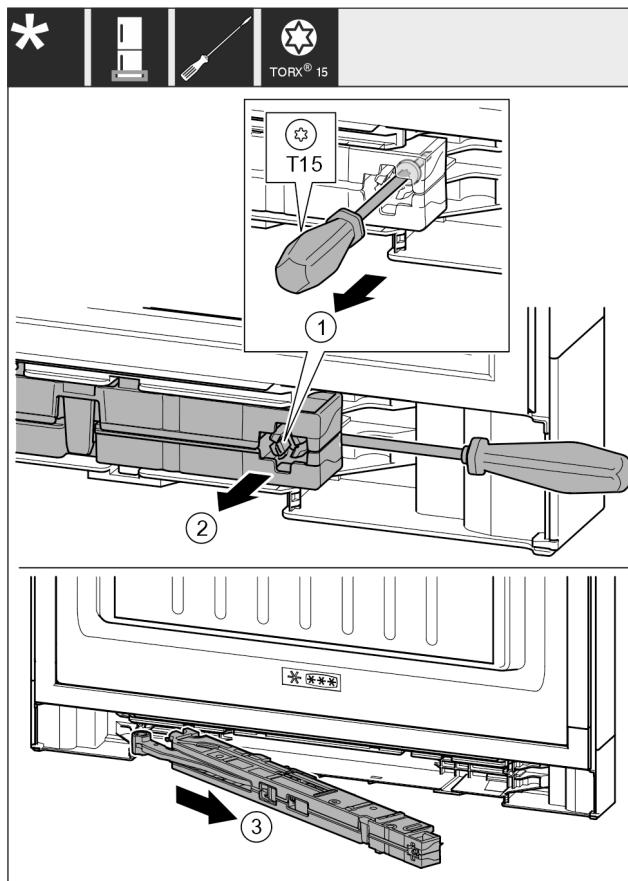

Fig. 19
► 用螺丝刀将关门阻尼单元上的螺钉 Fig. 19 (1)松开 14 mm。
► 用螺丝刀在手柄侧向前推动关门阻尼单元 Fig. 19 (2)。
► 拉出关门阻尼单元 Fig. 19 (3)。